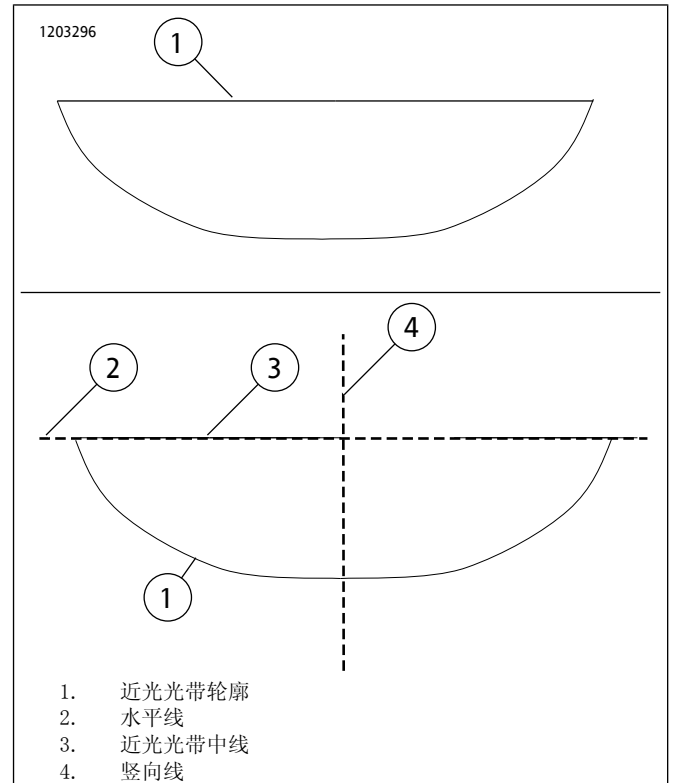

图11。对准前灯近光
- 参见图11。将近光光带（3）的水平中线与墙壁上画出的水平线（2）对准。